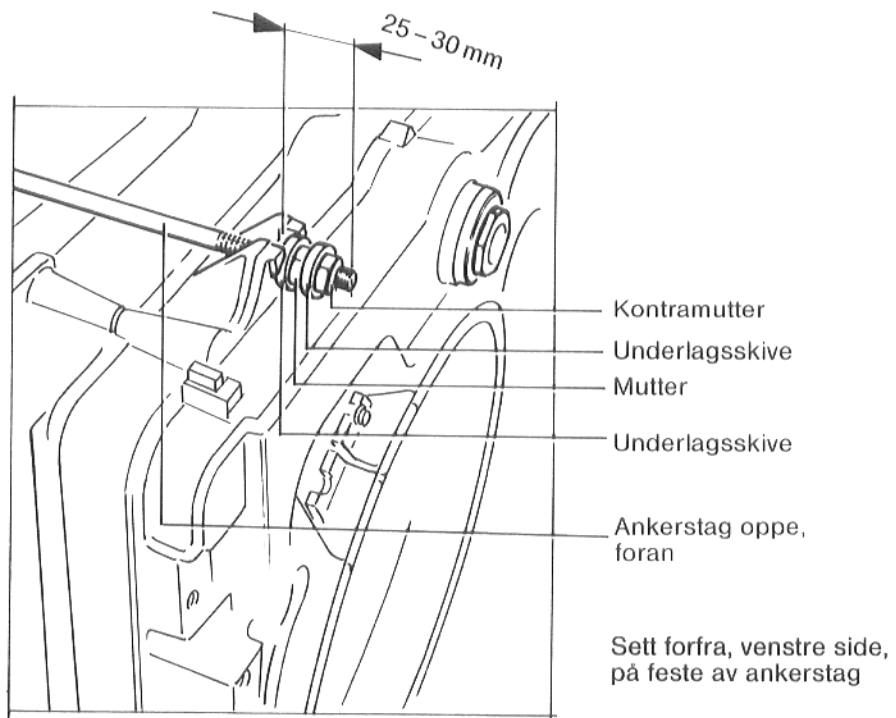
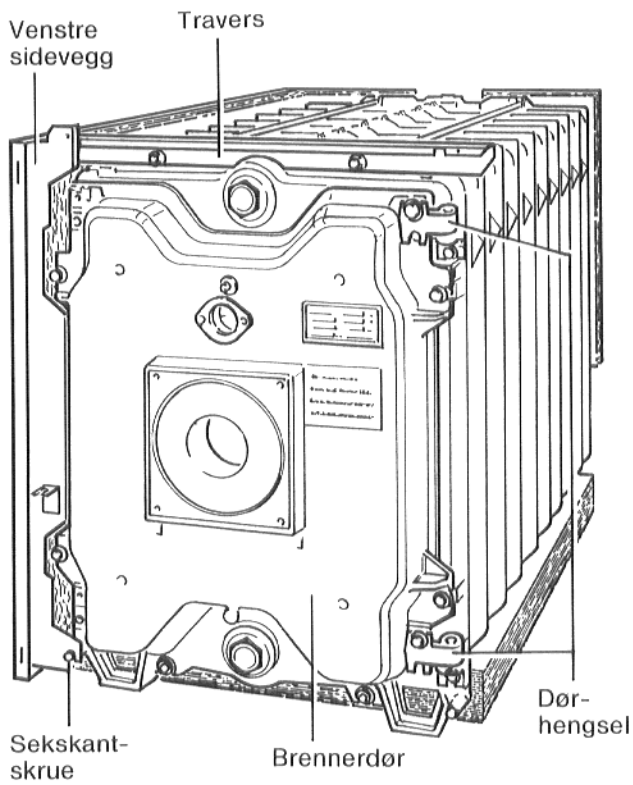

Fig. 15
Fig. 22
Ved **kjelefronten** settes en underlagsskive over ankerstaget og en mutter settes på, den andre underlagsskiven skyves over ankerstaget og kontramutteren settes på (fig. 15). Ankerstaget skal stikke ut ca. 25 – 30 mm i front.
**Brennerdøren** åpnes for lettere å montere øvre travers (fig. 22). Åpning av brennerdør, se side 16 og fig. 18.
**Traversen** (oppe, fig. 22) settes inn på ankerstagene med langshullene og skrues fast med kontramutteren (se fig. 15). Brennerdøren lukkes til venstre og høyre med to panneskruer med mutter og to sekskantskruer (19 mm). Skruene trekkes til samtidig (fig. 18). Panneskruene over hengslet settes på plass.